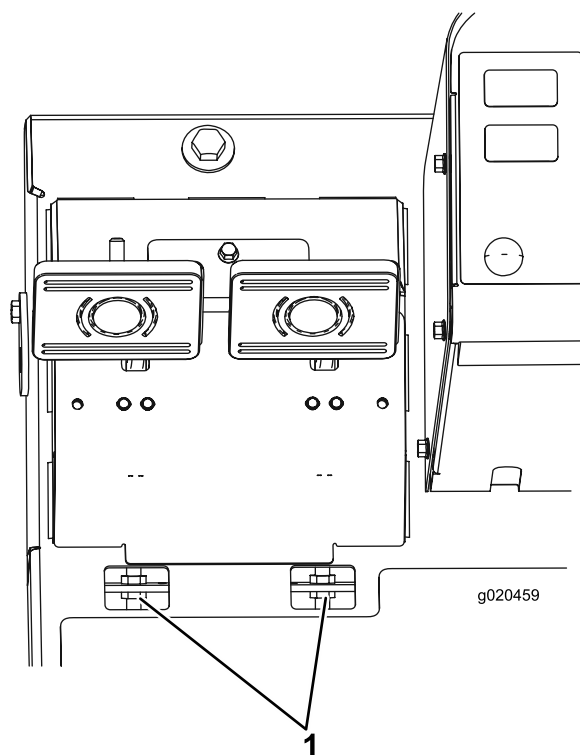

Figura 91
- B. Afloje la tuerca delantera del extremo roscado del cable de freno (Figura 91).